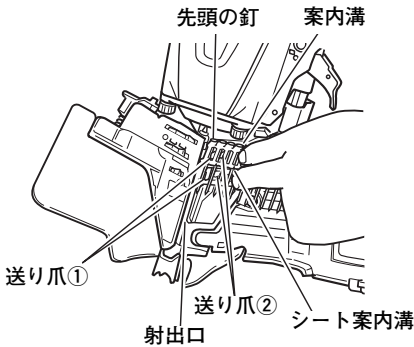

図 12
先頭の釘を射出口の中に入れ、2本目の釘を送り爪①と送り爪②の間に入れます。(図12)